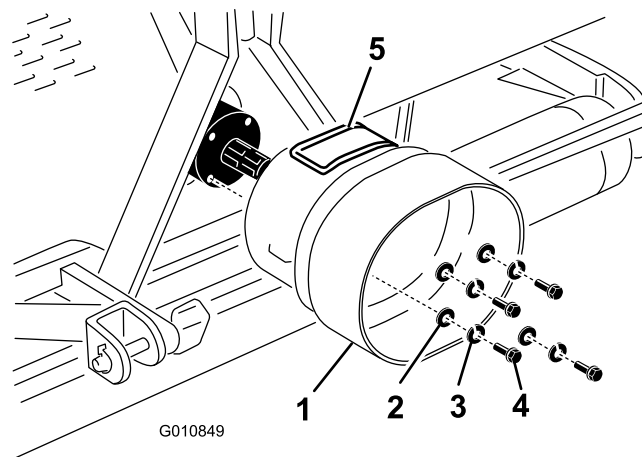

図 22
1. エアレータのギアボックス後部についているボルト、ロックワッシャ、平ワッシャ各 4 個を外す図 22。
2. いま取り外したボルト類を使用して、PTO シールドをエアレータのギアボックスに取り付ける図 22。
PTO シールドのアクセスパネル図 22を、上部又は側部エアレータの構成によって異なるに合わせる。
注 アクセスパネル 図 22を開けると、PTO シャフトの取り付けボルト類の着脱が容易になります。